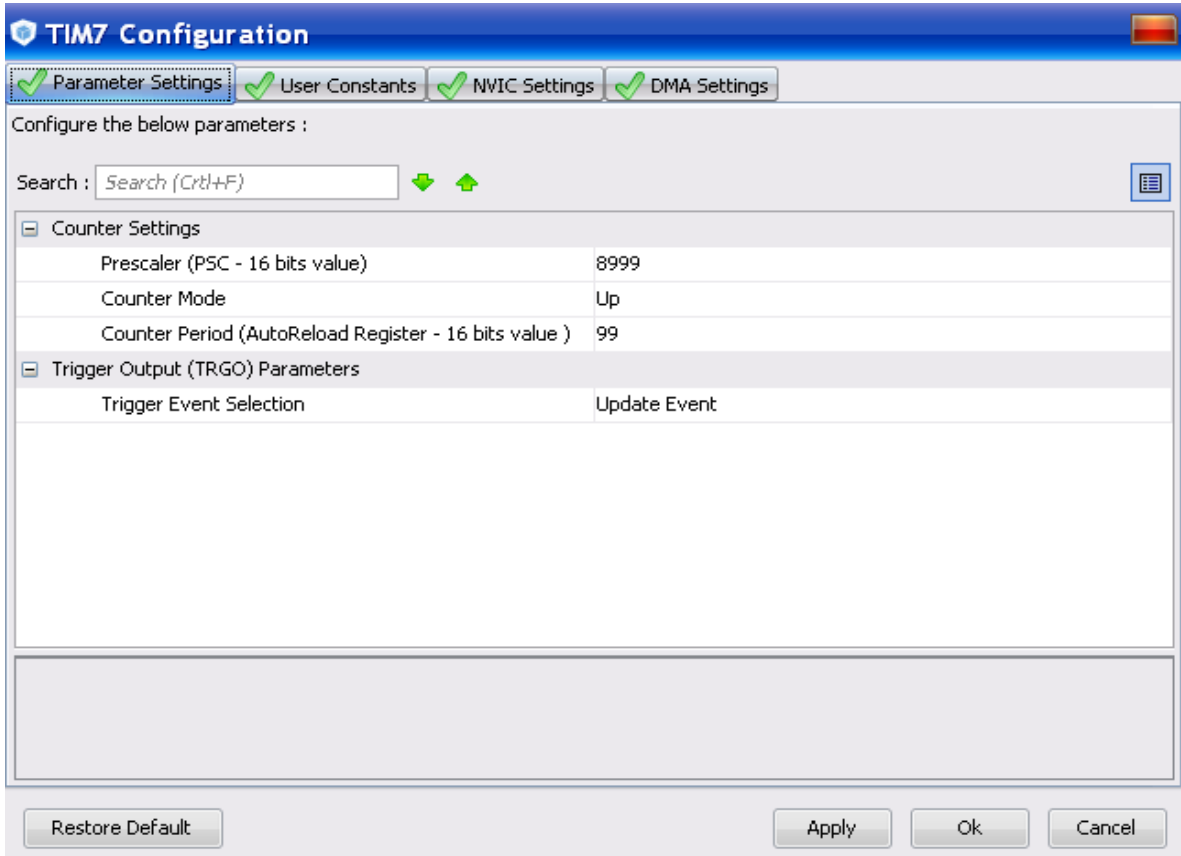

Рисунок 4.7 – Налаштування TIM7
6. Налаштуємо Таймер 7 на частоту виникнення переривання 100 Гц (рисунок 4.7), а також визначимо тип дії: *Update Event*. На вкладці *NVIC Settings* дозволимо переривання від *TIM7*.